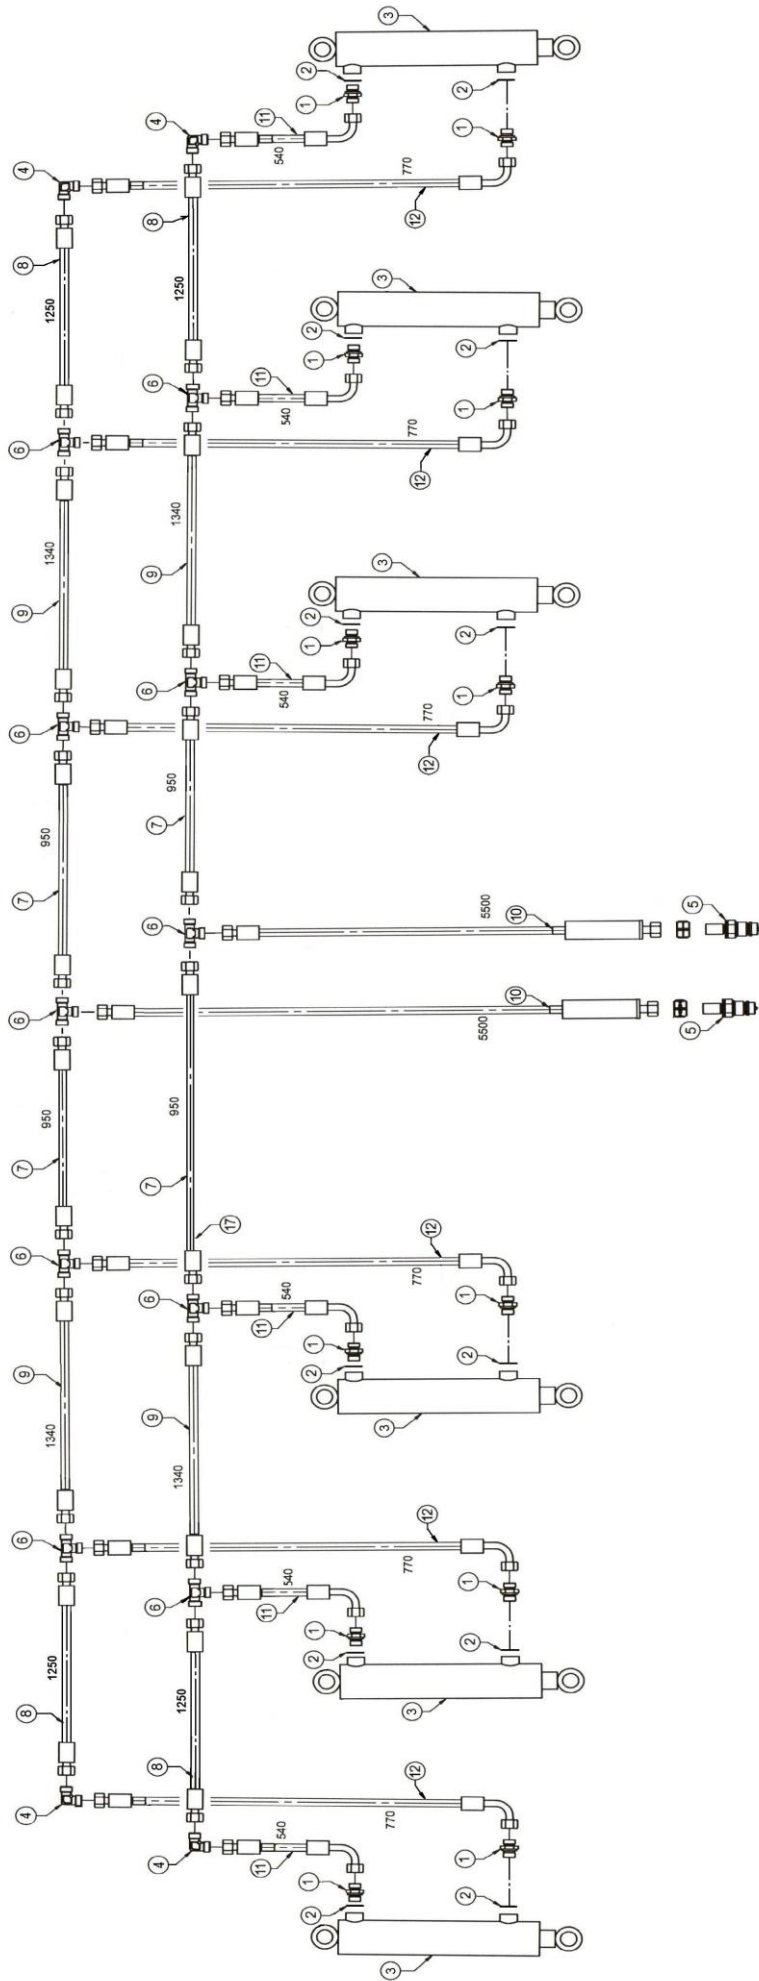

Рисунок 18 - Схема гидравлическая выравнителей культиватора КПУ-9
*Третий контур* (рисунок 18, таблица 21): Гидросистема подъема и опускания выравнивателей культиватора служит для подъема и опускания выравнивателей.